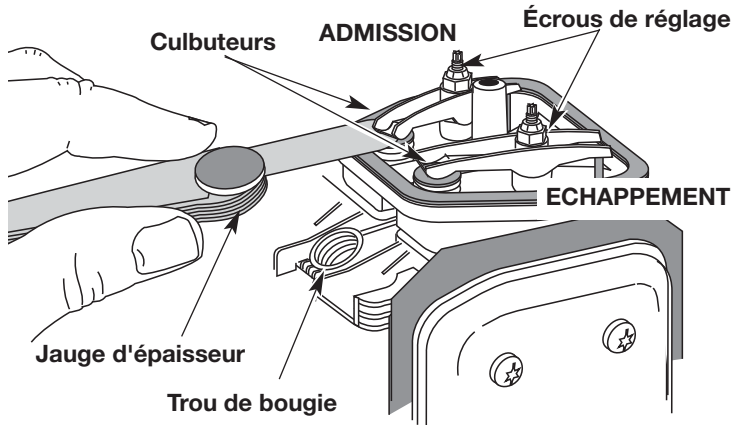

Fig. 29
- Le piston est au sommet de sa course lorsqu'on regarde par le trou de la bougie (Fig. 29).
- Glissez la jauge d'épaisseur entre le culbuteur et le ressort de rappel de la soupape. Mesurez le jeu entre la tige de soupape et le culbuteur (Fig. 29). Faites-le pour les soupapes d'admission et d'échappement.
L'écart de jeu recommandé pour l'admission et l'échappement est de 0,076 – 0,152 mm (0,003 – 0,006 po). Servez-vous d'une jauge d'épaisseur d'automobile standard de 0,127 et 0,381 mm (0,005 et 0,015 po). La jauge d'épaisseur devrait pouvoir glisser entre le culbuteur et la tige de soupape en rencontrant une faible résistance mais sans coller (Fig. 29 & 30).